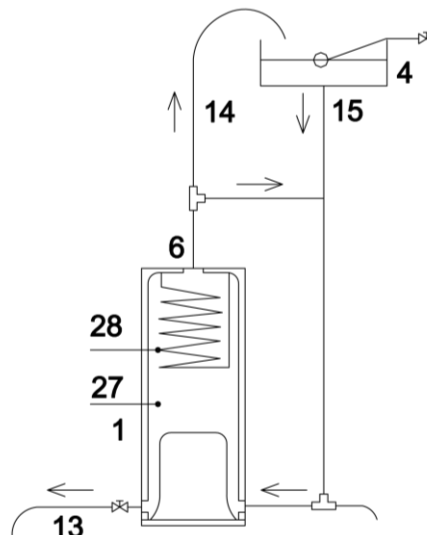

Рис. 12.
(Рис.12.)
3.4. Соединительные трубы от бака до котла выполняются Рис. 12. по кратчайшему расстоянию, при этом допускаются не более двух плавных изгибов на одной трубе.